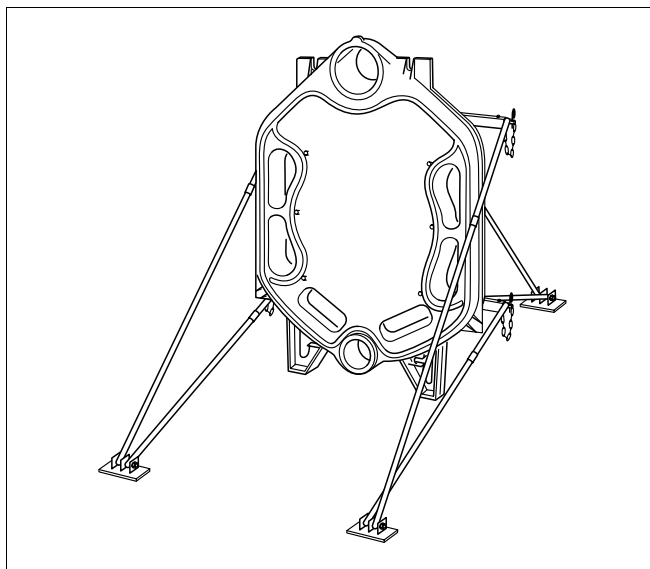

Fig. 6 Bageste element med påsat monterings sæt
På forespørgsel stiller **Buderus** et monterings sæt (ekstraudstyr) til rådighed, som sikrer en stabil opstilling af kedelelementerne. Monterings sættet skrues fast på det bageste element og sikrer, at de monterede kedelelementer ikke vælter (Fig. 6).
- Opstil det bageste element, og sørg for at sikre det mod at vælte ved hjælp af monteringssættet (se Fig. 6 og den separate monteringsvejledning for monteringssættet).